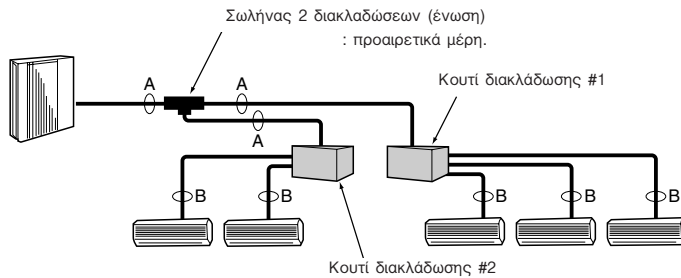

Fig. 5-2
5.4. Επιλογή μεγέθους σωλήνων (Fig. 5-2)